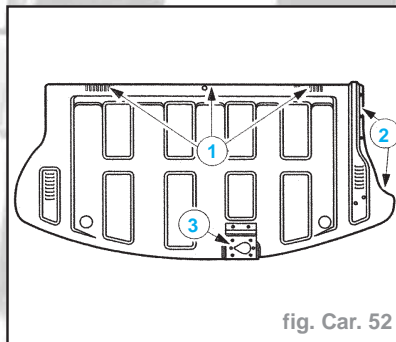

fig. Car. 52
- Préparer les pièces neuves (fig. Car. 52) :
- découper le plancher neuf aux dimensions prescrites (1).
- réaliser le perçage en vue de la liaison par bouchonnage (2).
- souder par points le renfort de coffre à bagages (3).